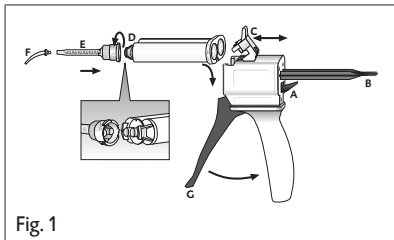

Fig. 1
1. Den Hebel [Fig. 1, Pos. A] an der Rückseite des Automix-Dispensers nach oben drücken und den Schieber [Fig. 1, Pos. B] vollständig zurückziehen.
2. Kunststoffriegel [Fig. 1, Pos. C] nach oben klappen, die Kartusche einsetzen und mit dem Kunststoffriegel [Fig. 1, Pos. C] arretieren.
1. Kartuschenkappe [Fig. 1, Pos. D] oder benutzte Mischkanüle nach Drehung um 90° gegen den Uhrzeigersinn abziehen und verwerfen.
2. Neue Mischkanüle [Fig. 1, Pos. E] aufsetzen.
4. Intraoral-Tip [Fig. 1, Pos. F] aufsetzen.
- ▶ Das Material durch Betätigen des Hebels [Fig. 1, Pos. G] am Automix-Dispenser in der Mischkanüle mischen und direkt applizieren.
2. Kunststoffriegel [Fig. 1, Pos. C] nach oben klappen und die Kartusche entnehmen.